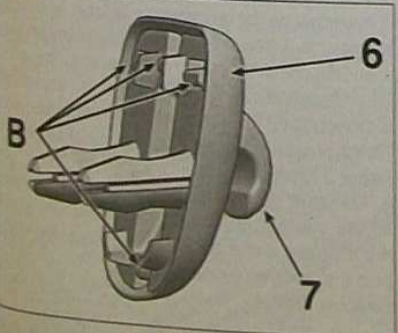

FIG. 47
de pare-soleil (7) (de chaque côté) (Fig.47).